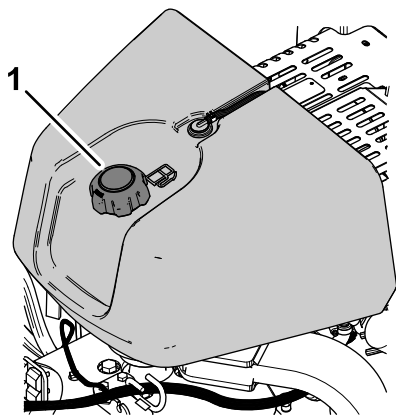

Figura 29
2. Curăați în jurul capacului rezervorului de combustibil i îndepărtați-l (Figura 29).